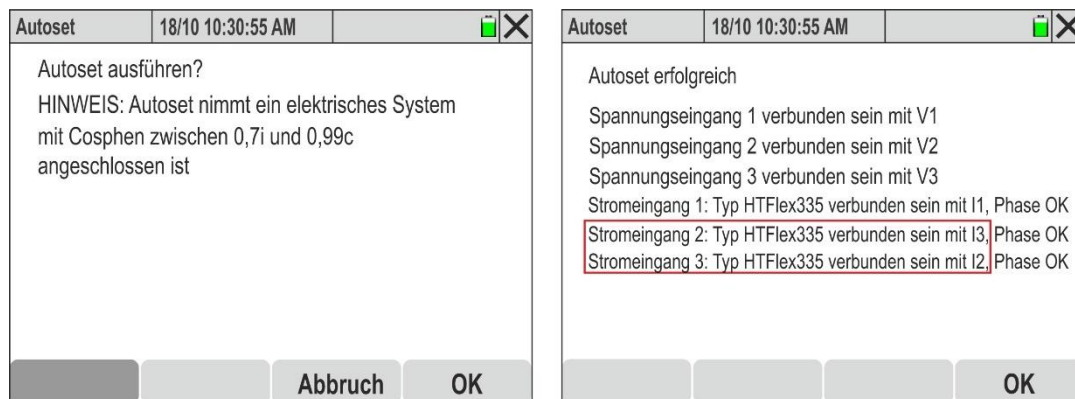

Abb. 72: Ausführung von Autoset mit Verbindungsfehlern (vertauschte Wandler)
8. In Abb. 72 – rechts ist ein Beispiel gezeigt, in dem die Funktion Autoset das Vorhandensein einer falschen Ablesung der Phasen L2 und L3 aufgrund einer **falschen Verbindung der Strom-Wandler (Wandler 2 und 3 vertauscht) erkennt und automatisch behoben hat**